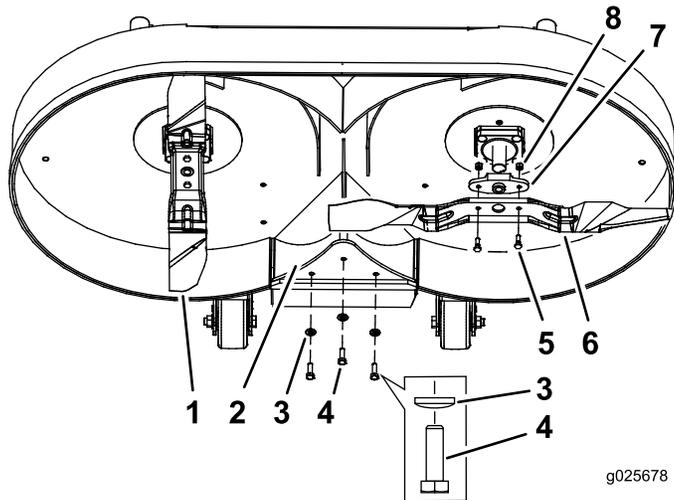

Figure 2
6. Fixez l'obturateur de déchetage dans l'ouverture d'éjection au moyen de 3 boulons (3/8 x 1 po) et de 3 rondelles bombées (Figure 2).
Remarque: La lame rouge se monte sur l'arbre de boîtier d'engrenages droit (Figure 2).